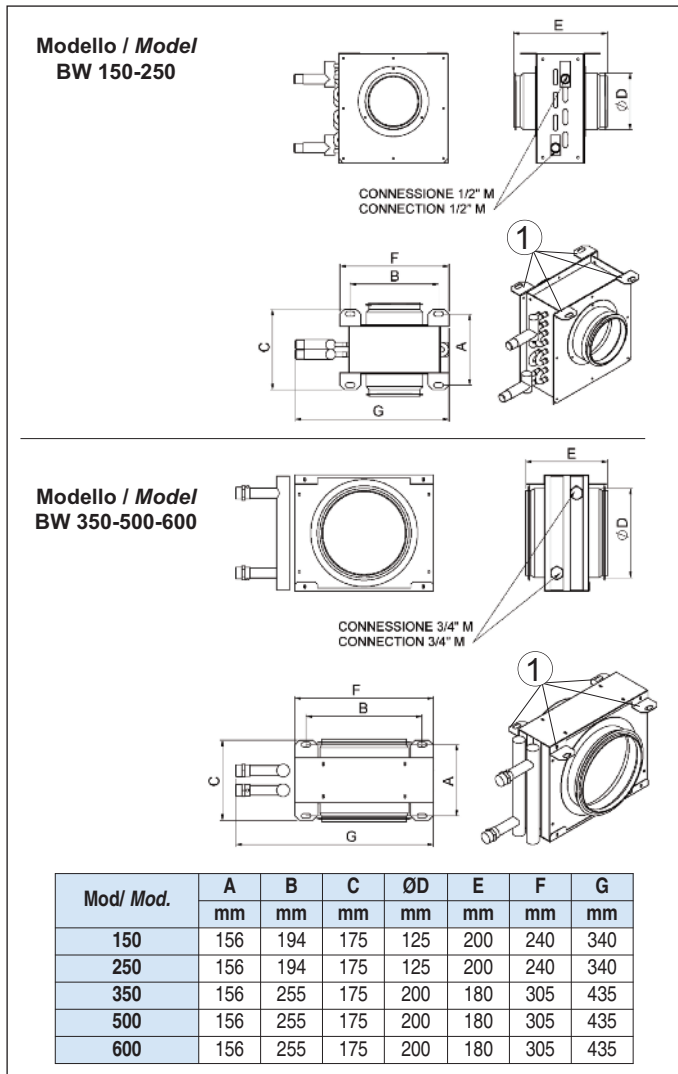

fig. 6
- Assicurarsi che la sezione sia ben ancorata: utilizzare i ganci (1) indicati nelle figure 6 e 7; evitare assolutamente di scaricare coppie di serraggio sulle condotte d'aria o, peggio, sui collettori della batteria.